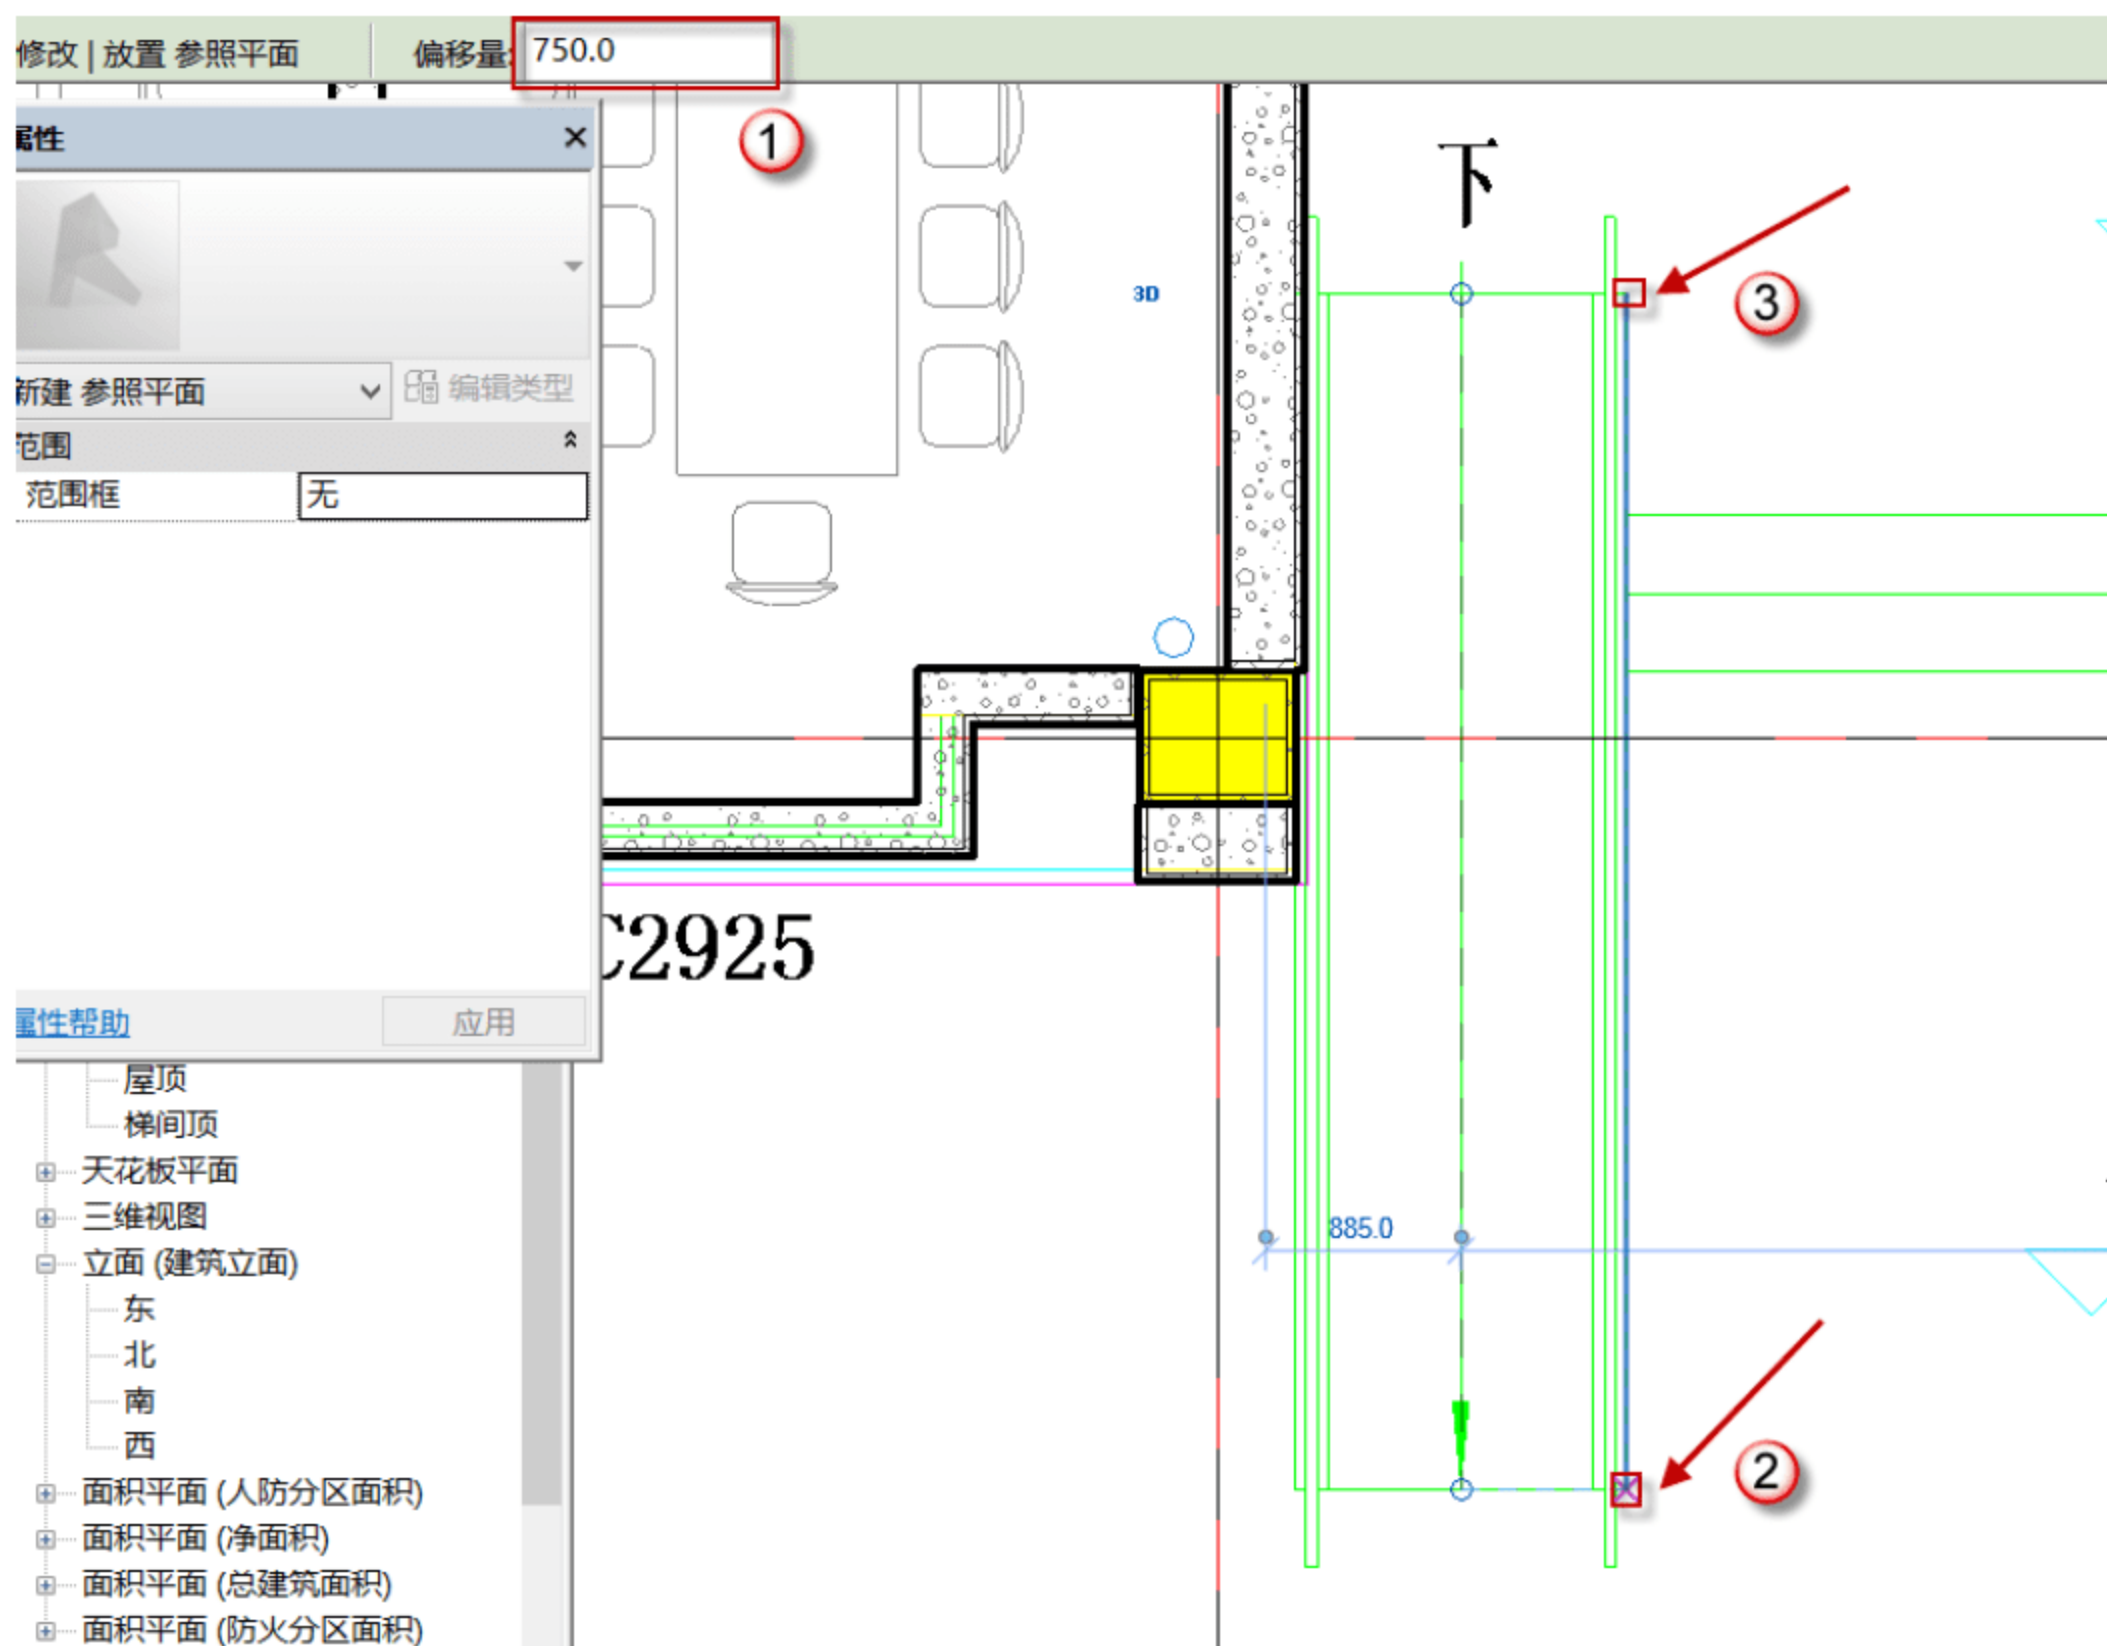

图 10.5.1 绘制辅助参考线
(1) 绘制辅助参考线。由于导入的 CAD 文件无法捕捉到残疾人坡道的中心线，所以需要绘制中心参考线，按快捷键 R+P，将偏移量改为“750mm”（坡道宽度为“1500mm”，一半就是“750mm”），将光标对齐 2 点，单击鼠标，然后将光标对齐 3 点，单击鼠标，这样就完成了残疾人坡道中心参考线的绘制，如图 10.5.1 所示。绘制完成后可以按 Esc 键退出参考线的绘制。